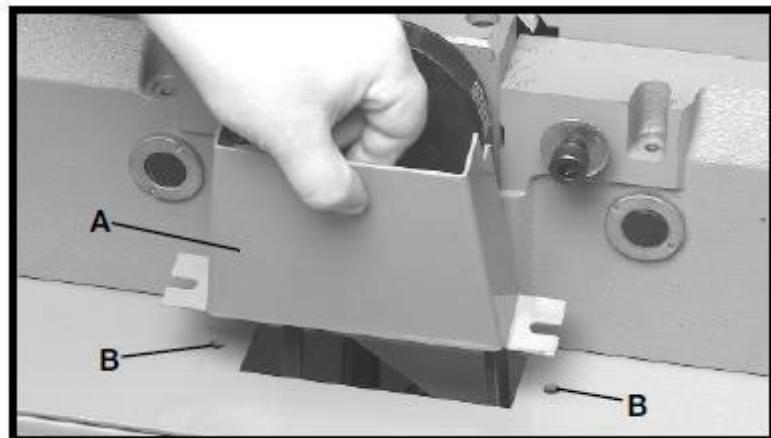

Рис. 7
1. Совместить два отверстия в ограждении (A) шкива и ремня режущего вала, рис. 7, с двумя отверстиями (B) в верхней части станины.
2. Надеть плоскую шайбу $\frac{1}{4}$ " на болт $\frac{1}{4}\text{-}20\times5\text{/}8"$ и вставить болт в отверстие ограждения (A) шкива и ремня режущего вала и отверстие (B) в верхней части станины. Навернуть шестигранную гайку $\frac{1}{4}\text{-}20$ на болт и надёжно её затянуть. Повторить данную операцию в другом отверстии ограждения шкива и ремня режущего вала.